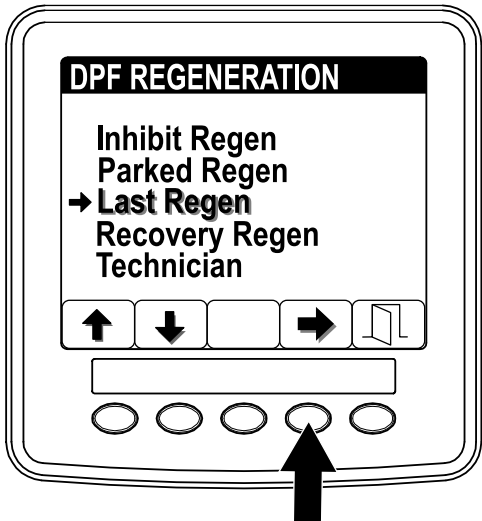

Figure 5
1. Ouvrez le menu DPF Regeneration, appuyez sur le bouton 1 ou 2 et naviguez jusqu'à l'option LAST REGEN (dernière régénération) (Figure 5).
2. Appuyez sur le bouton 4 pour sélectionner l'option Last Regen (Figure 5).